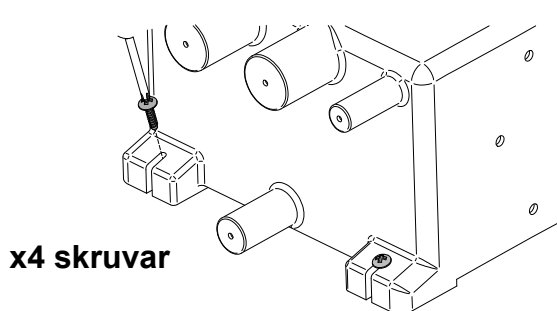
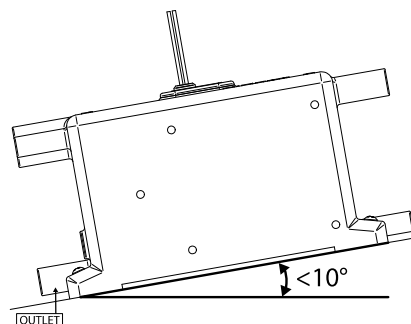

Fig. 5 Säkrande av tanken
Fig. 6 Max. möjlig installationsvinkel
- Fig. 5 Säkrande av tanken
- Fig. 6 Max. möjlig installationsvinkel
Step 2: Tanken **måste** säkras med 4 lämpliga skruvar, genom tankens fötter enligt fig. 5. OBS: tankens vinkel **får inte** överskrida 10° (fig. 6). OBS: **skruva inte direkt i skrovet** – MÅSTE monteras på ett skott eller extrabord.